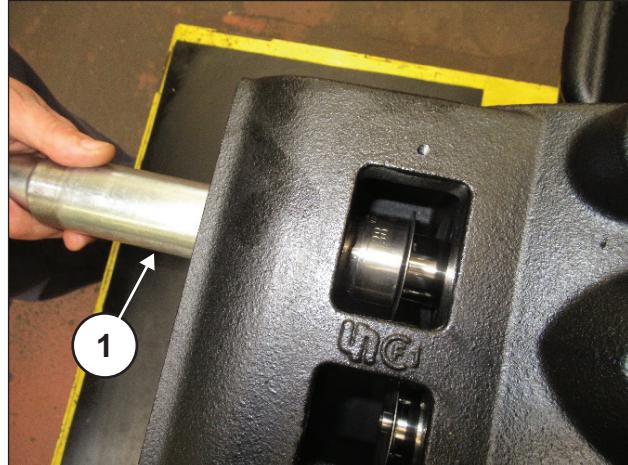
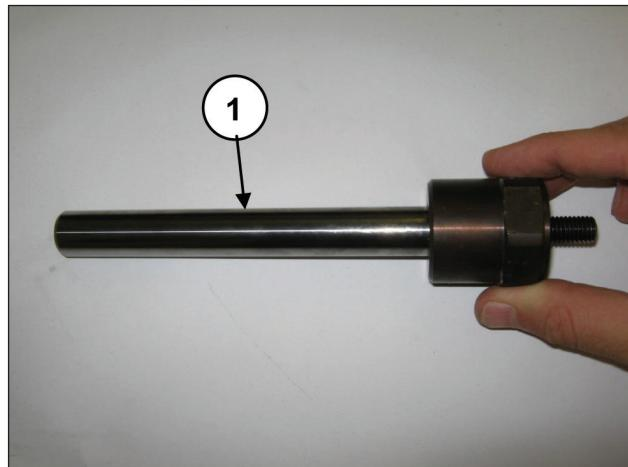

Abb. 110
Abb. 111
Entfernen Sie die Kolben mithilfe des hierfür vorgesehenen Werkzeugs (Art. 25047400), (Pos. ①, Abb. 110) und überprüfen Sie ihren Verschleißzustand (Pos. ①, Abb. 111). Tauschen Sie diese bei Bedarf aus.